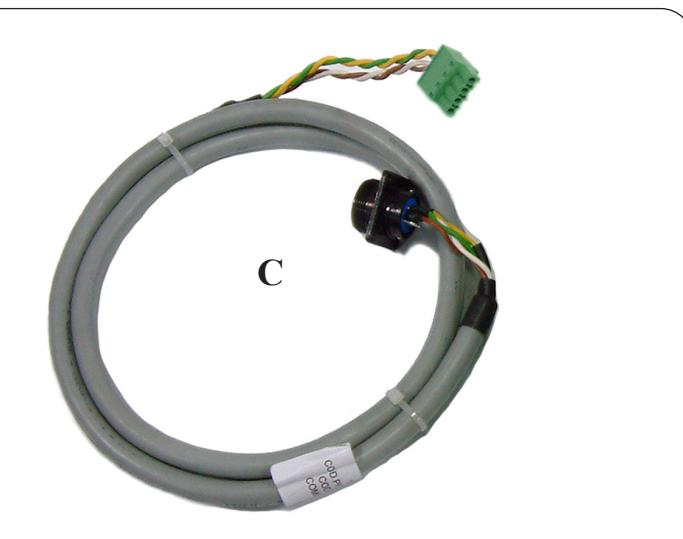

Fig. 3.1
L'interfaccia gateway art. 428 è composta dalla interfaccia di comunicazione (25)A, dal modulo Anybus **B** e dal cavo CANopen (4)C (Fig. 3.1).